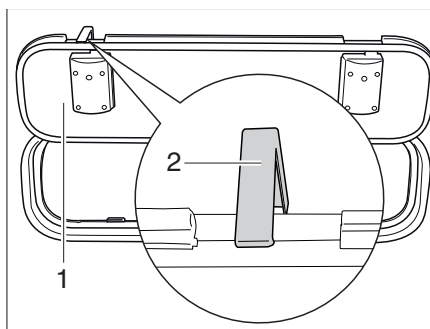

Fig. 55 Gancho de retención trampilla exterior
- Abrir la trampilla exterior (Fig. 55,1) y girar el gancho de retención (Fig. 55,2) hacia arriba en la pared del vehículo.
- Empujar el gancho de retención (Fig. 55,2) hacia arriba.